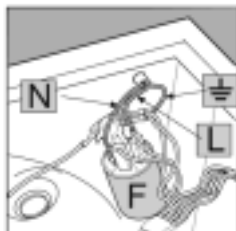

Рис. 2
3. Отсоедините провода от подавителя радиопомех **F** (рис. 2) в следующем порядке: голубой=**N**, затем коричневый=**L**, заземляющий провод \perp должен быть снят последним.
Вставьте выступ петли (отмеченный стрелкой на *рис. 2*, с. 31) в отверстие для петли и нажмите на панель по направлению к лицевой стороне машины. Закрепите 2 петли винтами типа **D**.